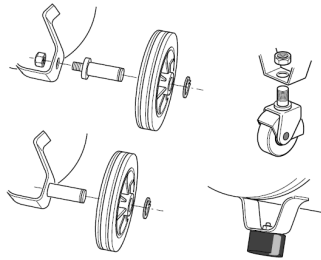
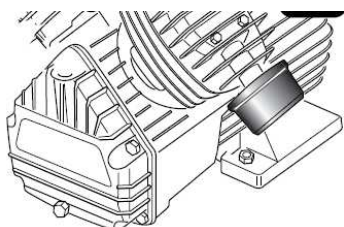

Abb. 3: Verpackung
Abb. 5: Installation
- Die Räder und den Schwingungsschutz montieren (Abb.3), den Stopfen vom Kompressorkopf entfernen und den Ansaugfilter anbringen, falls er nicht bereits montiert ist (Abb.5).